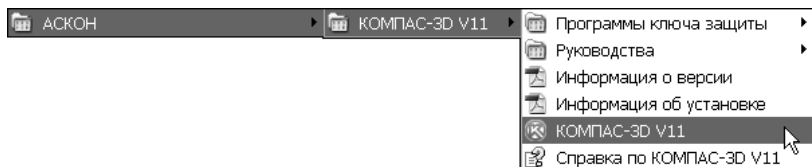

Рис. 1.1. Последовательность вызова команды для запуска системы КОМПАС-3D V11
3. Переместите указатель мыши на **АСКОН** и затем на **КОМПАС-3D V11**, меню которой откроется правее (рис. 1.1).